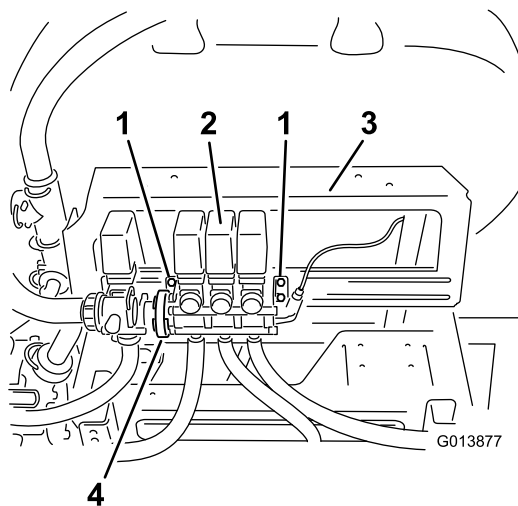

Figura 4
1. Desaperte, mas não retire, os parafusos que prendem o conjunto da válvula da rampa ao suporte de montagem (Figura 4).
2. Desaperte o grampo do parafuso sem fim que prende a válvula de agitação ao conjunto da válvula da rampa (Figura 4).